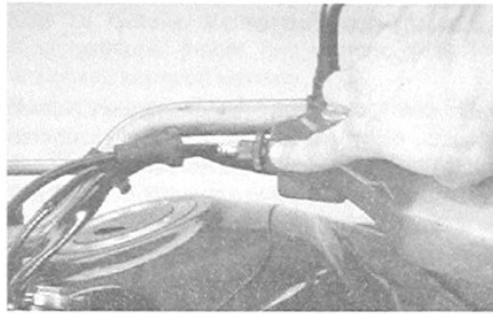

Bild 48
- Korrekturen mit Einstellschraube am Kupplungsseilzug nach Lösen der Gegenmutter vornehmen (Bild 48).